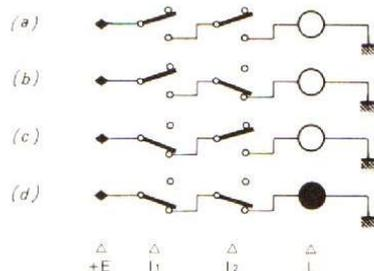

Fig. 1. - La fonction ET.
Si nous considérons le montage de la figure 1, nous voyons que, pour que le voyant L soit allumé, il faut que **à la fois** les interrupteurs I1 et I2 soient fermés, sinon L reste éteint.
- si I1 et I2 sont ouverts (fig. 1 a) on aura :
- si I1 est ouvert et I2 fermé (fig. 1 b) on aura :
- si I1 est fermé et I2 ouvert (fig. 1 c) on aura :
- si I1 et I2 sont fermés (fig. 1 d) on aura :
Nous voyons intuitivement qu'en regardant la figure 1 il y a incompatibilité.
Si nous considérons deux variables logiques A et B, susceptibles de prendre les valeurs logiques 0 ou 1, correspondant aux positions des interrupteurs I1 et I2 des figures 1 et 2, nous pourrions écrire les équations des fonctions ET et OU de la façon suivante, la sortie correspondant à l'état du voyant L et donnant le résultat étant appelée Y :
Reprenons les schémas des figures 1 et 2 qui représentent les fonctions ET et OU.